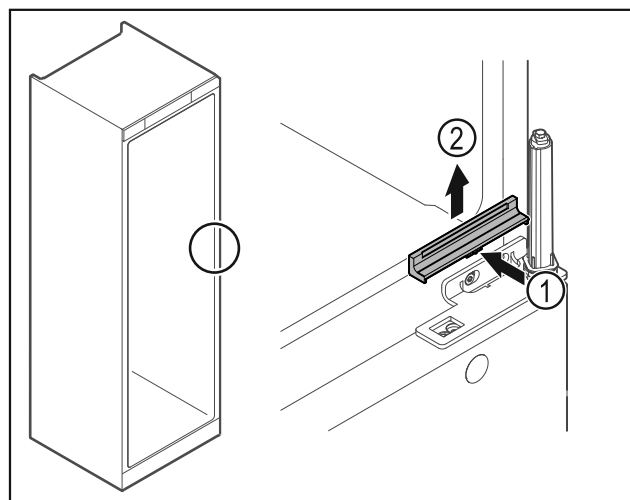

Fig. 31
- Presionar ligeramente la cubierta Fig. 31 (1) por el centro y retirarla hacia arriba Fig. 31 (2).